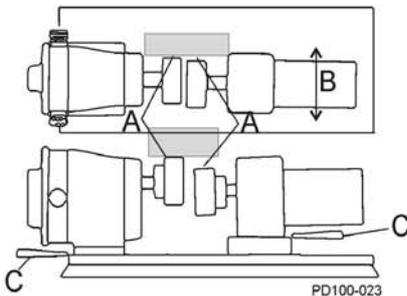

Abb.23 Parallelausrichtung überprüfen
2. Messen Sie mit einer Fühlerlehre an Punkt A wie in Abbildung 23, wie weit und in welche Richtung verschoben werden muss (Abb. 23, Pos. B).